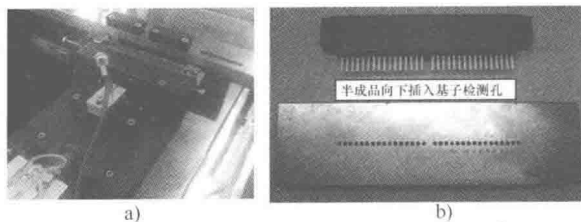

图 3-36 某产品的检验工序
(1) 工艺细节是需要捕捉的 图 3-36 所示是某产品的检验工序。该工序原来是由人工完成的，现在想用自动化机构来实现，可以归纳出一些设计要点。